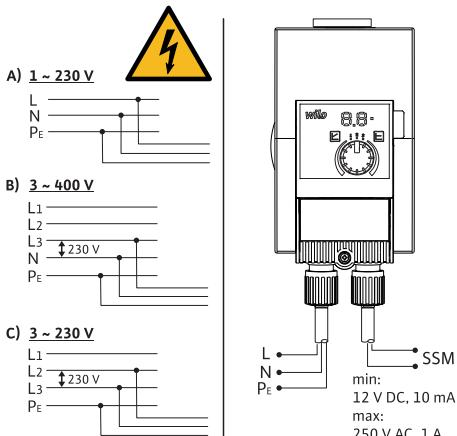

Fig. 3: Možnosti pripojenia
- Pripojte na siet nízkeho napäťa 230 V. Pri pripájaní k IT sietiam (sieť Isolé Terre) sa uistite, že napätie medzi vonkajšími vodičmi (L1-L2, L2-L3, L3-L1 → Fig. 3) nepresahuje 230 V.